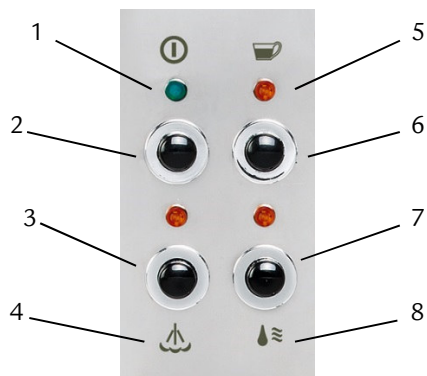

Abb. 1
5. Entnehmen Sie nun ca. 1,5 – 2,0 l Wasser über die Brühgruppe, indem Sie den Kaffee-Schalter (Abb. 1 – Position 6) betätigen.
Betätigen Sie den Dampf-Schalter (Abb 1 – Position 4). Da die Maschine zur Dampfproduktion nachheizen muss, leuchtet nun die Heizungsampe (Abb. 1- Position 3) auf. Hierbei kann das Pumpendruckmanometer evtl. ausschlagen, dies ist aber bedeutungslos.